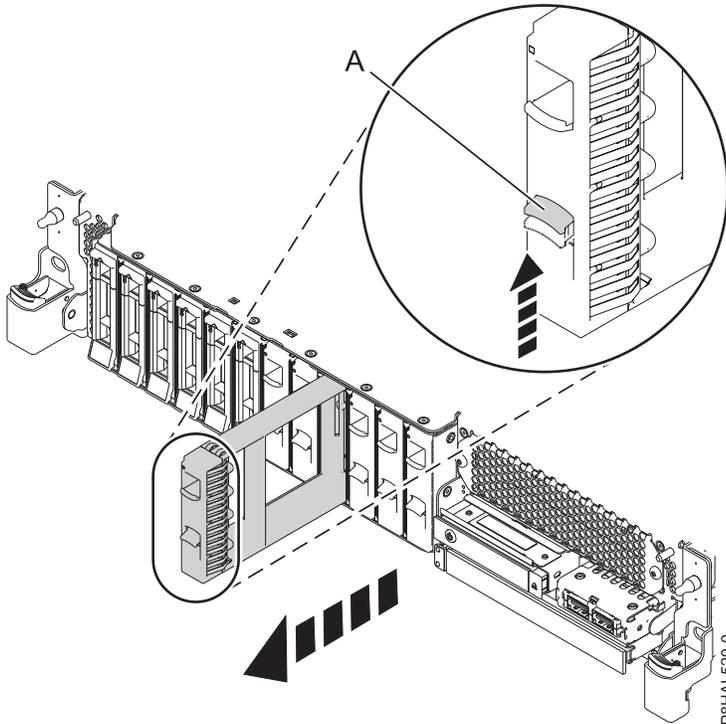

Abbildung 12. Plattenlaufwerk-Platzhalterelement ausbauen - System mit Basisfunktionen
- a. Schieben Sie die Sperre (**A**) am Griff des Platzhalterelements in die in Abb. 12 auf Seite 18 gezeigte Richtung.